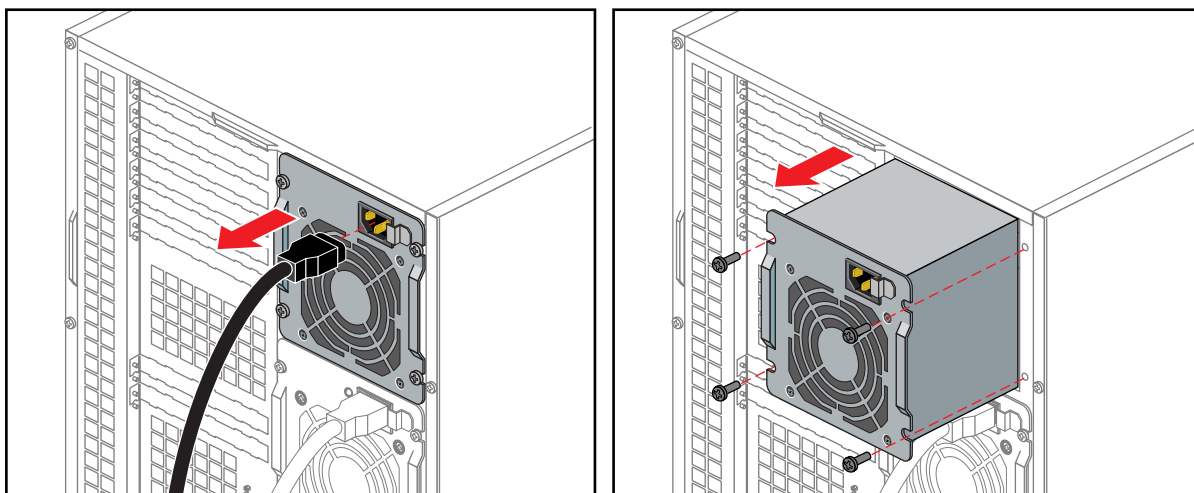

图 5-4 拆除电源
3. 以电源的外展垂直边为手柄，把电源从它的托架中滑出来（如图 5-4 所示）。